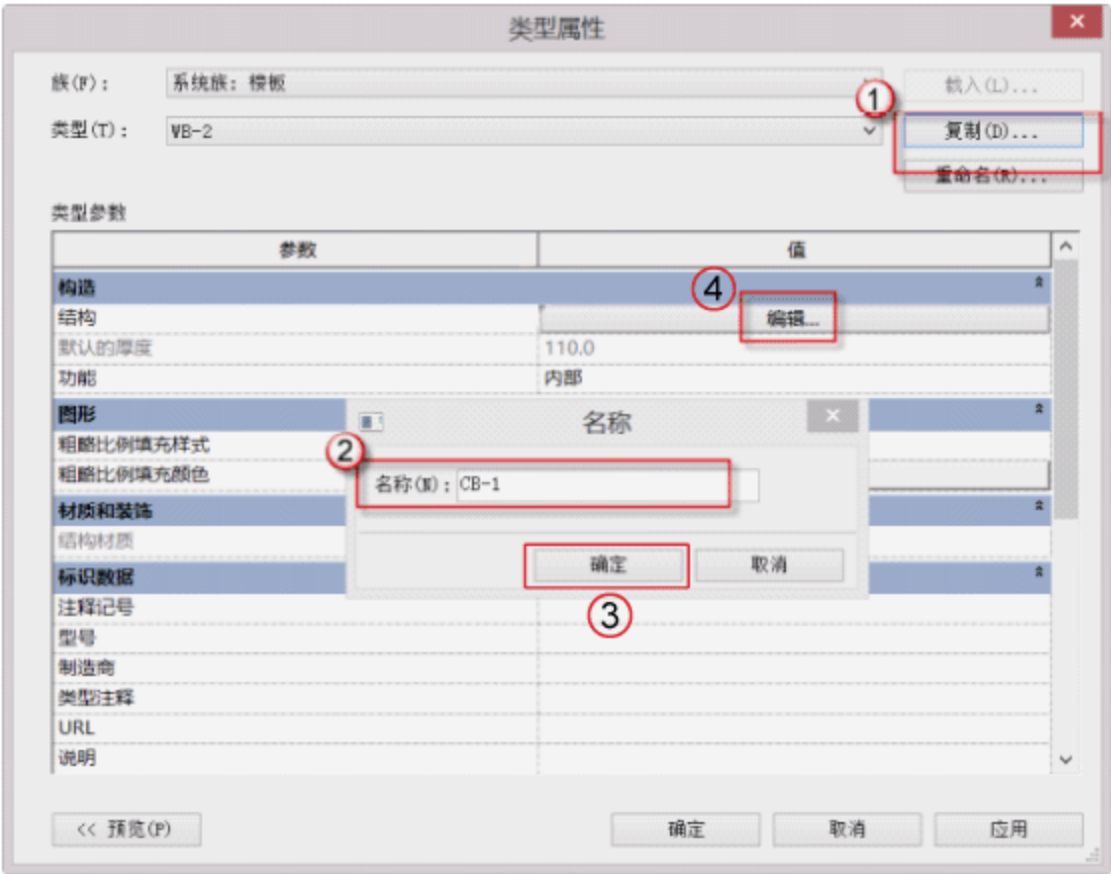
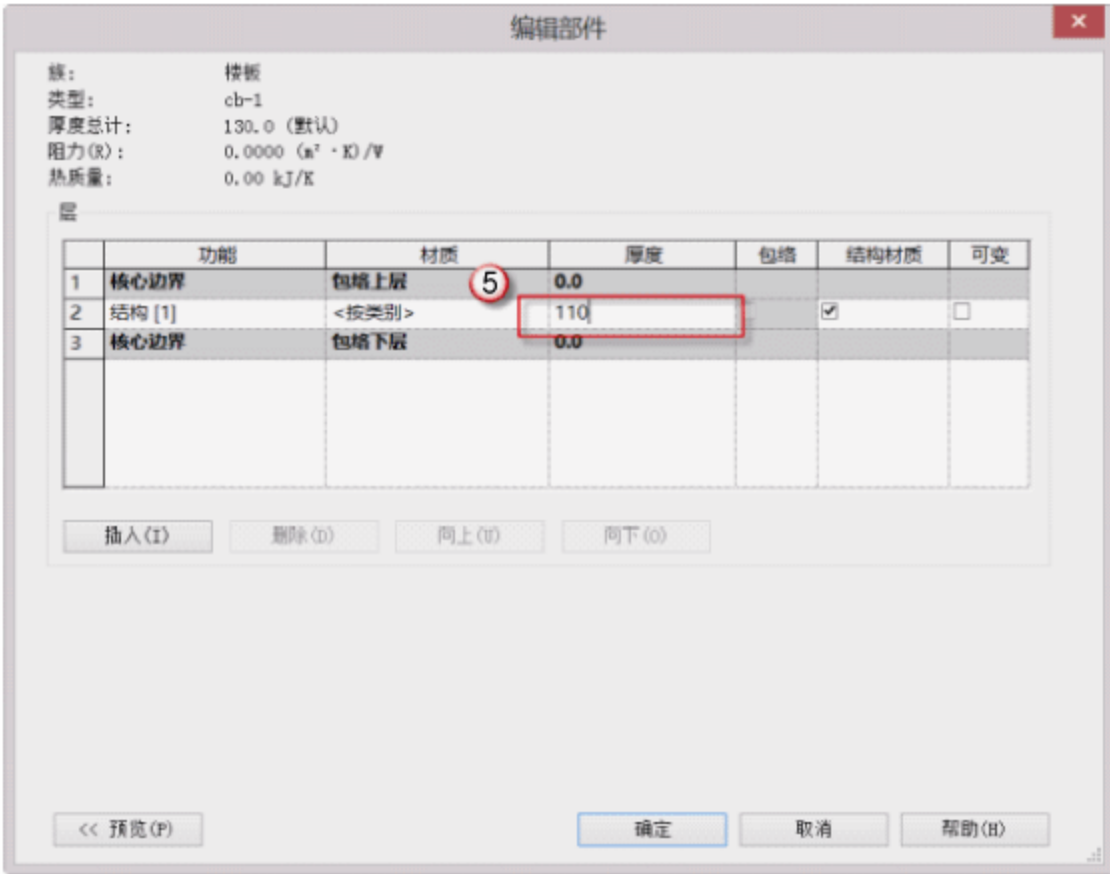

图 5.2.33 新建出屋面板 CB-1
图 5.2.34 编辑尺寸
(2) 新建出屋面板 CB-1。由 DWG 图可得，CB-1 的板厚为 110。选择“结构”→“楼板：结构”→“编辑类型”命令（或按快捷键 S+B，单击“属性”面板中的“编辑类型”按钮），在弹出的“类型属性”对话框中，单击“复制”按钮，在弹出的对话框中输入“CB-1”，单击“确定”按钮。在“尺寸标注”栏中输入 CB-1 的板厚，单击“确定”按钮，如图 5.2.33 和图 5.2.34 所示。